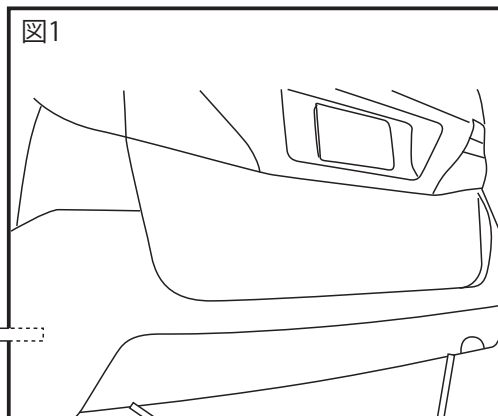

図3 車両フレーム部
5. 車両左後フレーム部の小さい穴に、防振ゴム「D」を取付けます。(図3参照)